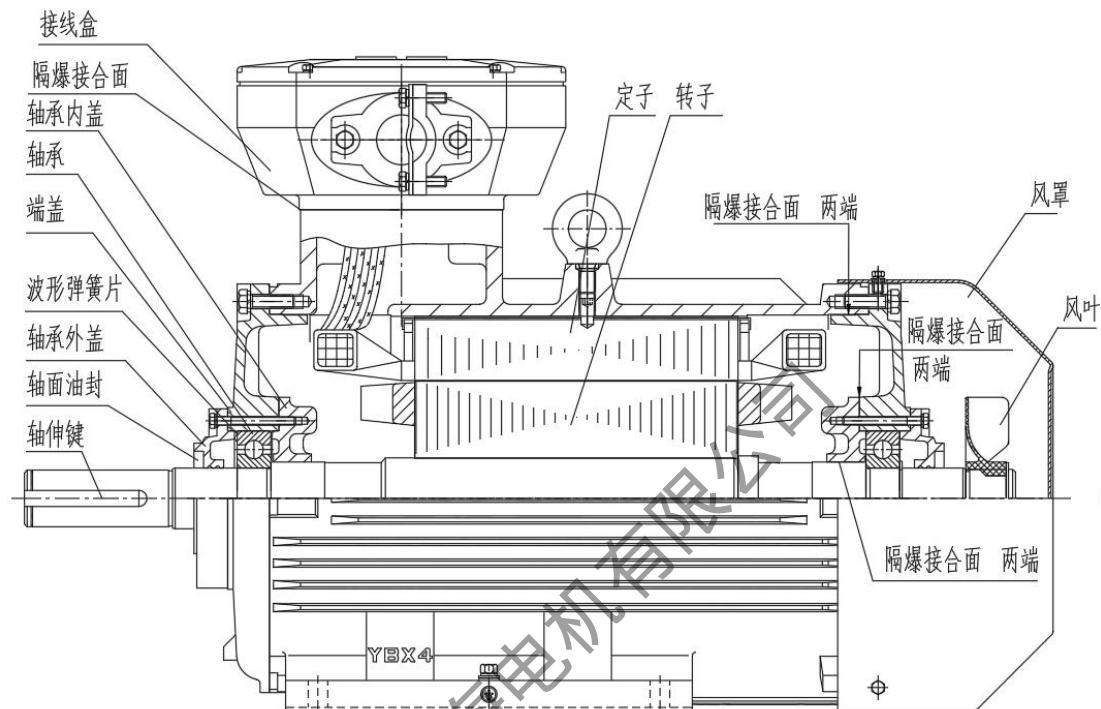
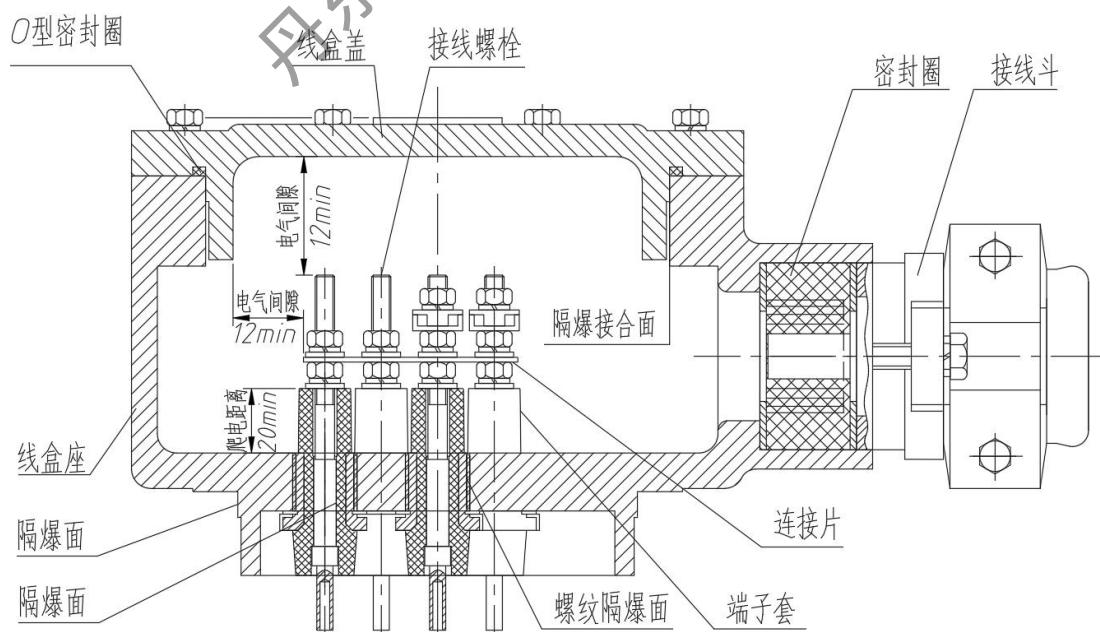

图1 电机主体结构图（以180电机为例）
图2 接线盒结构图
5.2.2 本系列电动机主体结构见图1，接线盒结构见图2，
3. 隔爆接合面的长度、间隙、接线盒内部裸露导体之间, 裸露导体与金属外壳之间的电气间隙及爬电距离见图 1、图 2。